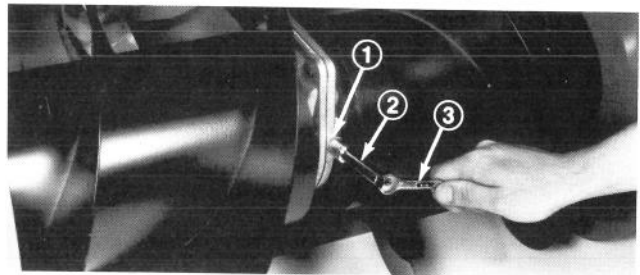

Abb. 13
2. Den Stopfen am Getriebe heraus-schrauben, indem Sie das offene Ende eines 3/8 Zoll Zusatzes über den Stopfen ansetzen und den Gabelschlüssel auf das viereckige Ende des Zusatzes aufsetzen (Abb. 13).
5. Den Stopfen wieder hineinschrauben (Abb. 13).